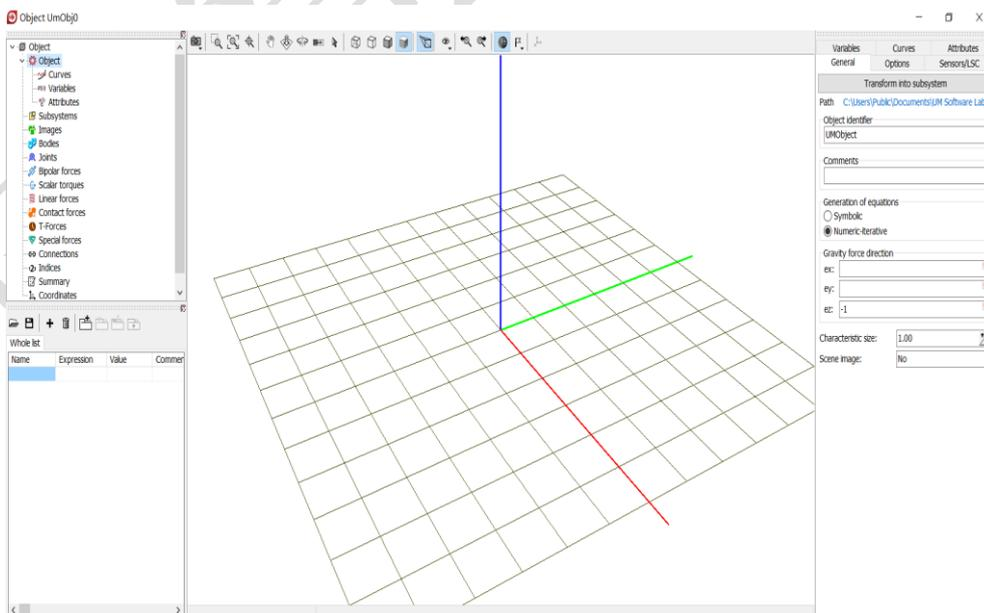

图 2-3
- 2) 选择主菜单 **File** → **New object**, 新建一个 UM 模型, 缺省名称为 **UmObj0**。这时出现 **UM Input** 建模主窗口, 左侧上部是模型树 (层次结构), 下部是参数表 (参数化建模), 右侧为交互界面 (输入和修改模型数据), 中间为动画窗口 (显示三维模型), 如图 2-3 所示。左侧模型树选中的对象决定了动画窗口和交互界面显示的内容, 当前模型没有任何对象, 因此只显示了总体坐标系 (惯性参考系, Base0 坐标系), 辅助网格缺省位于 X-Y 平面。